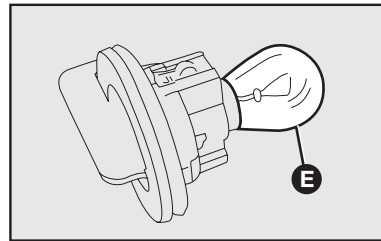

fig. 17
- 2) Quitar la lámpara **E-fig. 17**, empujándola un poco y girándola en sentido antihorario.